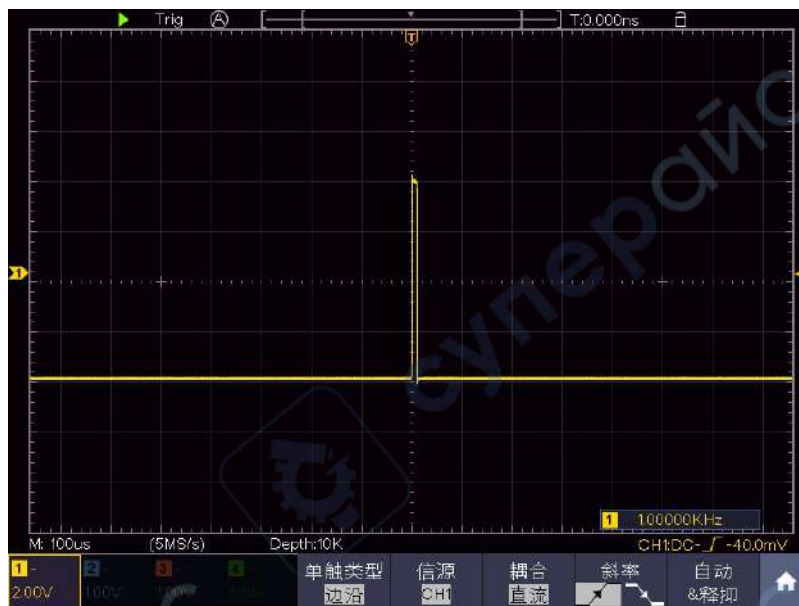

图 7-3: 捕捉单次信号
- (2) 按**CH1**键选中该通道，旋转 **B** 旋钮调整垂直档位。按下 **HOR** 键灯亮，旋转 **B** 旋钮调整水平档位，为观察的信号建立合适的垂直与水平范围。
- (3) 点击 ，显示功能菜单，点击菜单中的 **采集**，显示采样菜单。
- (4) 在下方菜单中选择 **采集模式**。在右侧菜单中选择 **峰值检测**。
- (5) 点击 ，显示功能菜单，点击菜单中的 **触发**，显示触发菜单。
- (6) 在下方菜单中选择 **单触类型**。在右侧菜单中选择 **单触**。
- (7) 在左侧菜单中选择触发模式为 **边沿**。
- (8) 在下方菜单中选择 **信源**，在右侧菜单中选择 **CH1**。
- (9) 在下方菜单中选择 **耦合**；在右侧菜单中选择 **直流**。
- (10) 在下方菜单中选择 **斜率** 为 （上升）。
- (11) 旋转“**旋钮A**”，调整触发电平到被测信号的中值。
- (12) 若屏幕上方 **触发状态指示** 没有显示 **Ready**，则按下 **Run/Stop**（运行/停止）按键，启动获取。等待符合触发条件的信号出现。如果有某一信号达到设定的触发电平，即采样一次，显示在屏幕上。利用此功能可以轻易捕捉到偶然发生的事件，例如幅度较大的突发性毛刺：将触发电平设置到刚刚高于正常信号电平，按 **Run/Stop**（运行/停止） 按键开始等待，则当毛刺生时，机器自动触发并把触发前后一段时间的波形记录下来。通过旋转面板上水平控制区域的 **A** 旋钮，改变触发位置的水平位移可以得到不同长度的负延迟触发，便于观察毛刺发生之前的波形。见图 7-3。